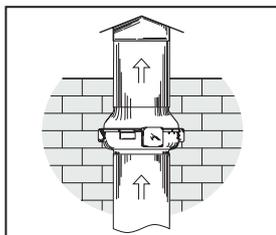

Abb. 4
1. Bei der waagerechten Montagelage eine Außenhaube auf dem Eingangsflansch montieren, Abb. 4